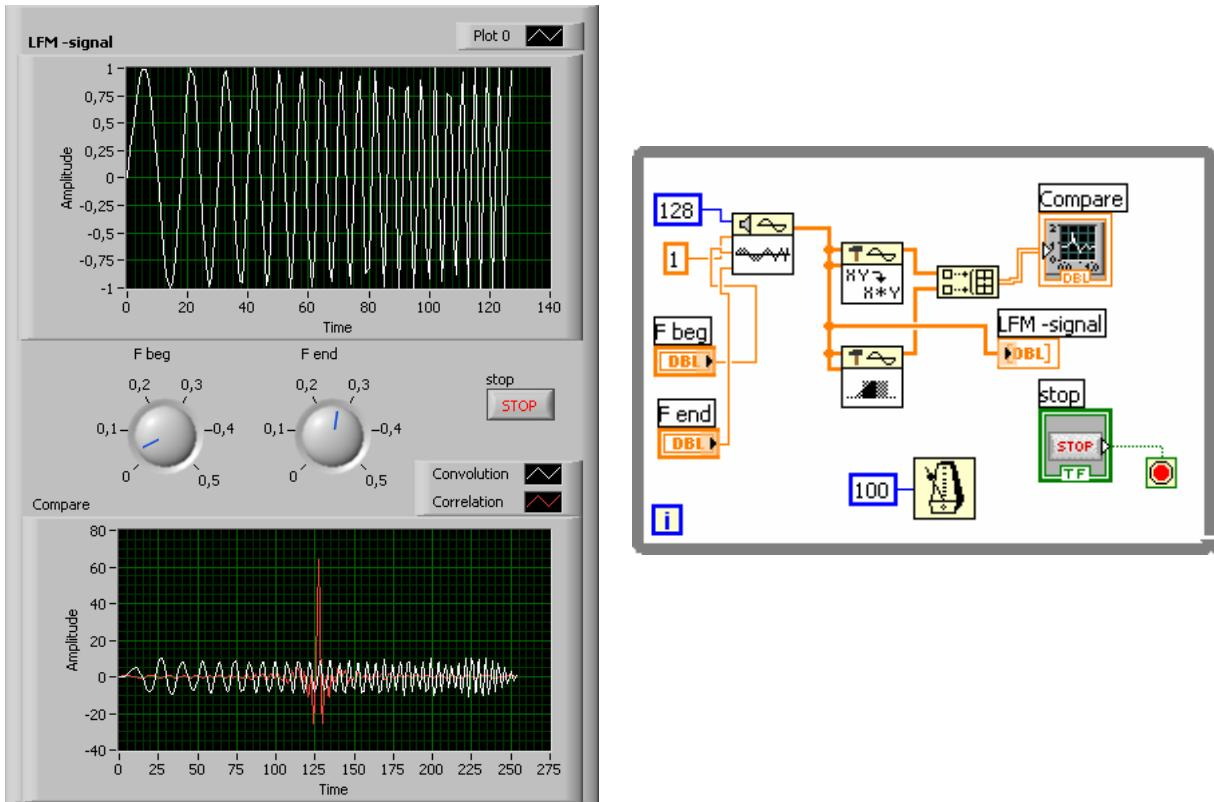

Рис.41 Сравнение корреляции и свертки на примере согласованной фильтрации ЛЧМ-сигнала
Как уже говорилось выше, наряду с инструментами частотного анализа, в палитре *Signal Processing* содержатся ВП анализа сигналов во временной области: *Signal Processing® Signal Operation*. Мы ограничимся здесь только сверткой (*Convolution.vi*) и взаимной корреляцией (*Cross Correlation.vi*). Отметим, что при  $N=2^m$  свертка и корреляция вычисляются через БПФ и ОБПФ (вспомните соответствующие теоремы!). Приведенный ниже пример иллюстрирует согласованную фильтрацию, которая, как известно, во временной области сводится к вычислению взаимной корреляции задержанного излученного и принятого сигналов. Нижний график на рис.41 показывает, что ЛЧМ сигнал с исходной длительностью 128 отсчетов и
**Задание.** На основе ВП рис.41 разработать модель импульсной локационной системы.